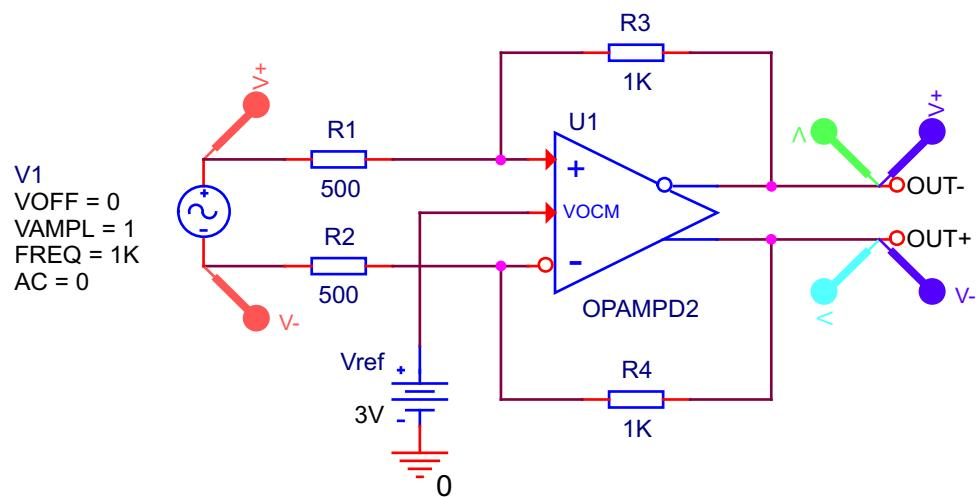
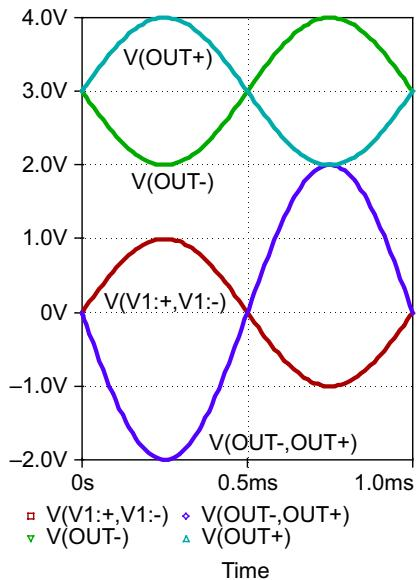

Рисунок 12. Основная схема включения полностью дифференциального ОУ с использованием модели OPAMPD2.
Рисунок 13. Результат моделирования основной схемы включения полностью дифференциального ОУ (Рисунок 12) с использованием модели OPAMPD2.
VOCM. К входу VOCM подключим источник опорного напряжения $V_{ref} = 3$ В. Результат моделирования (Рисунок 13) показывает, что работа схемы соответствует расчетному соотношению (2), подтверждая правильность работы модели OPAMPD2 для этого случая.
Эти результаты согласуются с [7] и результатами моделирования аналогичной схемы Рисунок 12, Рисунок 13.